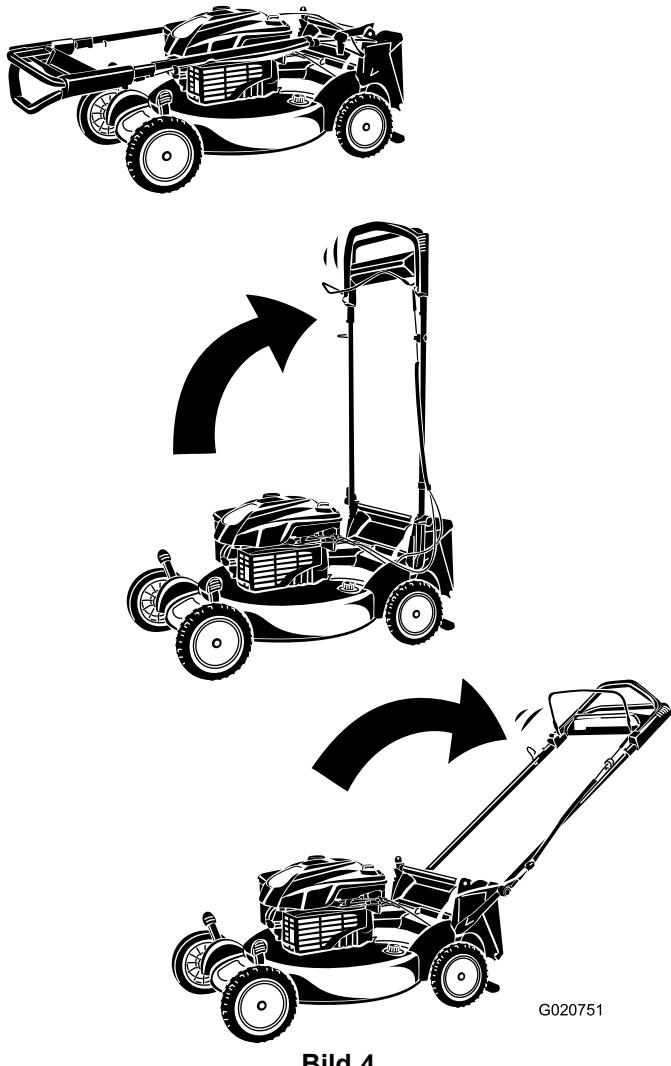

**Bild 3**
2. Befestigen Sie die Bügelenden mit zwei Scheiben und zwei Griffschrauben am Maschinengehäuse (Bild 3), ziehen Sie die Griffschrauben jedoch nicht fest.